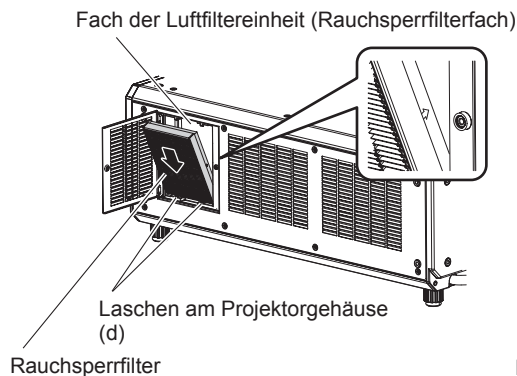
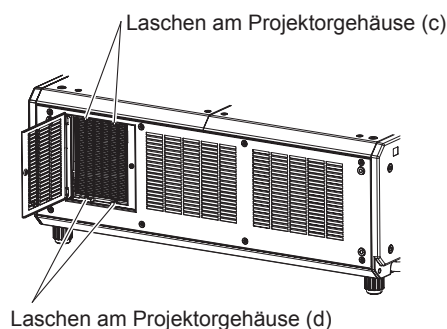

Abb. 1
Abb. 2
- Setzen Sie den Rauchsperrfilter in Richtung des auf dem Rauchsperrfilter dargestellten Pfeils in das Fach der Luftfiltereinheit des Projektorgehäuses (Rauchsperrfilterfach) ein. **(Abb. 1)**
i) Haken Sie den Rauchsperrfilter-Rahmen unten an den Laschen des Fachs der Luftfiltereinheit (Rauchsperrfilterfach) des Projektorgehäuses (d) ein. **(Abb. 1)**
ii) Drücken Sie etwas nach innen, wie durch den Pfeil dargestellt **(Abb. 1)**, und haken Sie den mittleren Teil des Rauchsperrfilter-Rahmens oben an den Laschen des Fachs der Luftfiltereinheit (Rauchsperrfilterfach) des Projektorgehäuses (c) ein. **(Abb. 2)**